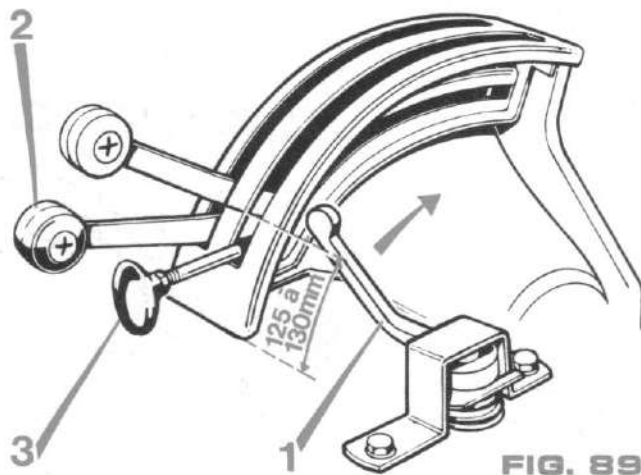

FIG. 89
- les manettes de position (2) et d'effort contrôlés (3) étant amenées tout en bas du secteur vers l'avant; (FIG. 89)
- la manette de sensibilité (1) étant tirée entièrement vers l'arrière en position SENSIBILITÉ MINIMALE (dans le cas des premiers modèles franchir le bossage de l'étrier);